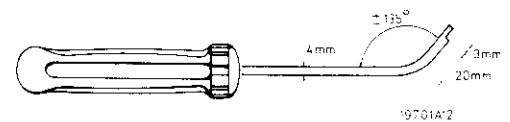

Fig. 2.16
- Zu diesem Zweck kann ein nach Abb. 2.16 abgeänderter Schraubenzieher benutzt werden.